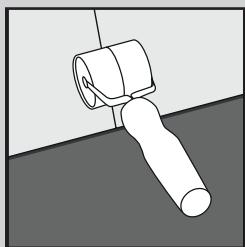

Fig. 4
- Continúe instalando tablones a lo largo de la sala hasta completar la fila ayudándose de un rodillo de mano. (Fig. 4) Solo si fuera necesario, utilice una maza de goma y un recorte del producto para golpear con suavidad y que encaje. Puede utilizar una palanca para encajar el producto en los bordes del perímetro de la sala (Fig. 5).